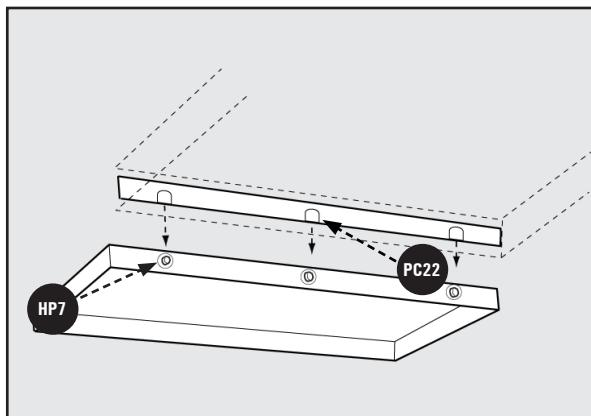

Figura 12
- Ensamble sin apretar tres tornillos de cabeza hexagonal de 5/16 18 x 7/8 pulgadas con arandelas de seguridad divididas **HP7**, arandelas planas de 8 x 16 x 1t **HP16** y tres tuercas de brida hexagonal de 5/16-18 **HP14** en los tres agujeros en el lado del ala de extensión como se muestra. Véase la Figura 12.